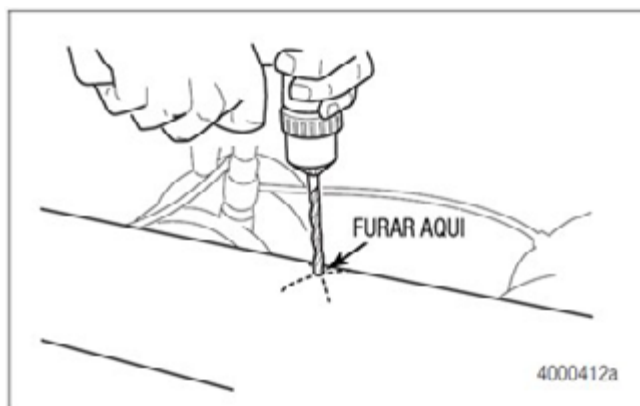

FIGURA 2.2
5. Use lubrificante e uma furadeira elétrica de velocidade variável para executar um furo de 11/32 de polegada de diâmetro, RETO no centro superior do eixo. Figura 2.2